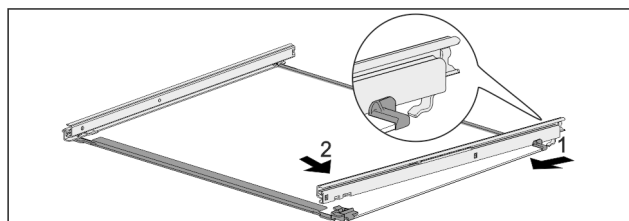

Fig. 53 Tablette en verre avec rails
- ▶ Accrocher le rail à l'arrière. Fig. 53 (1)
- ▶ Accrocher le rail à l'avant. Fig. 53 (2)